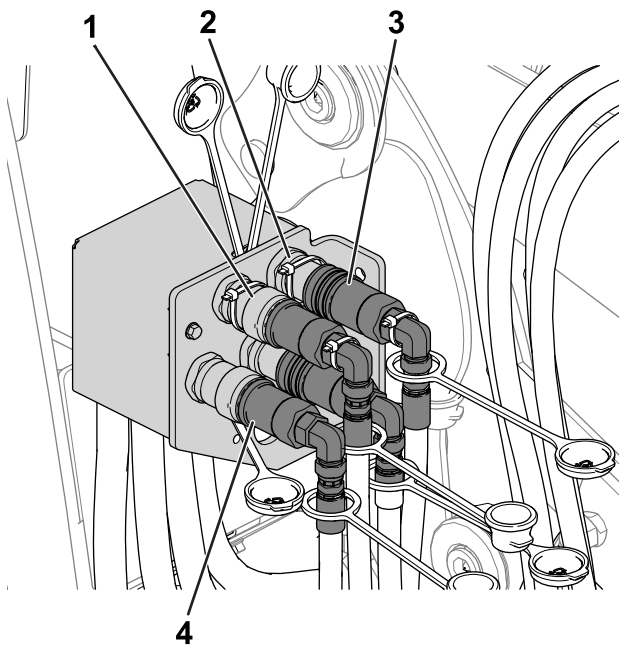

Figura 54
5. Realice los pasos siguientes para conectar los acoplamientos hidráulicos (Figura 54):